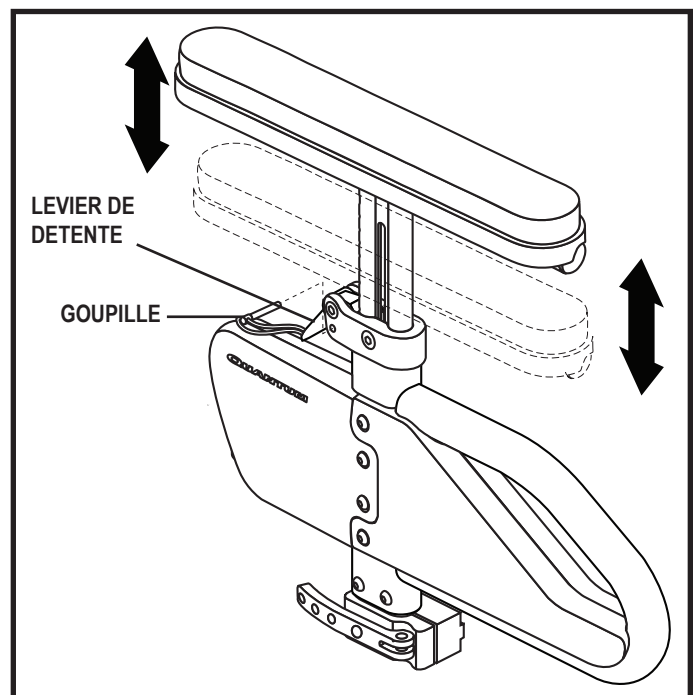

Figure 25. Réglage hauteur supérieure accoudoir montant unique à réglage rapide de la hauteur
1. Si applicable, retirez la goupille de blocage. **Voir la figure 25.**